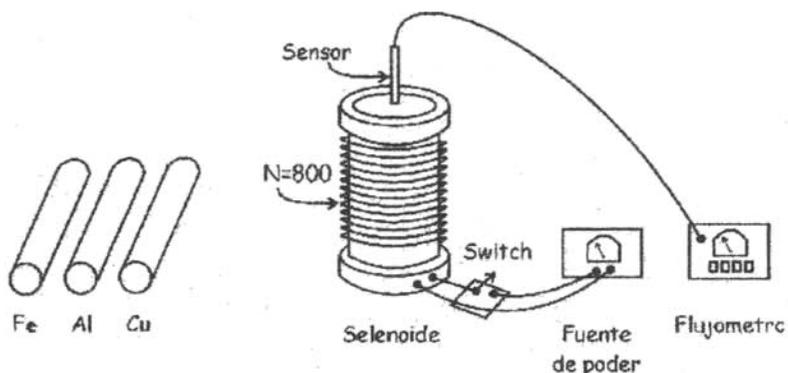

Figura 2.32
- c) Conecte la fuente de poder al solenoide como se muestra en la figura 2.32